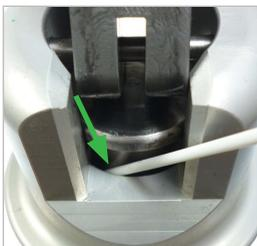

Abbildung 11
- ▶ Geben Sie einen kurzen Sprühstoß mit dem Zielröhrchen zwischen das Gehäuse und den Kolben an der Spannhebelbetätigung (*Abbildung 11*).